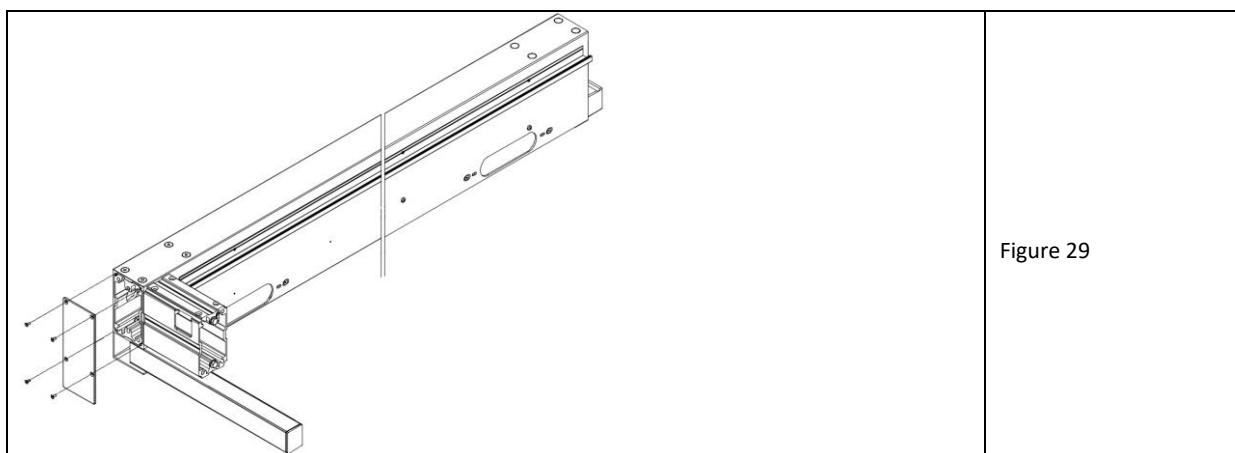

Figure 29
5. A l'extrémité de la traverse, du côté du trop-plein d'angle monté, serrer le bouchon 85x212. Chacun avec 4 vis M4x8 (fig. 29).